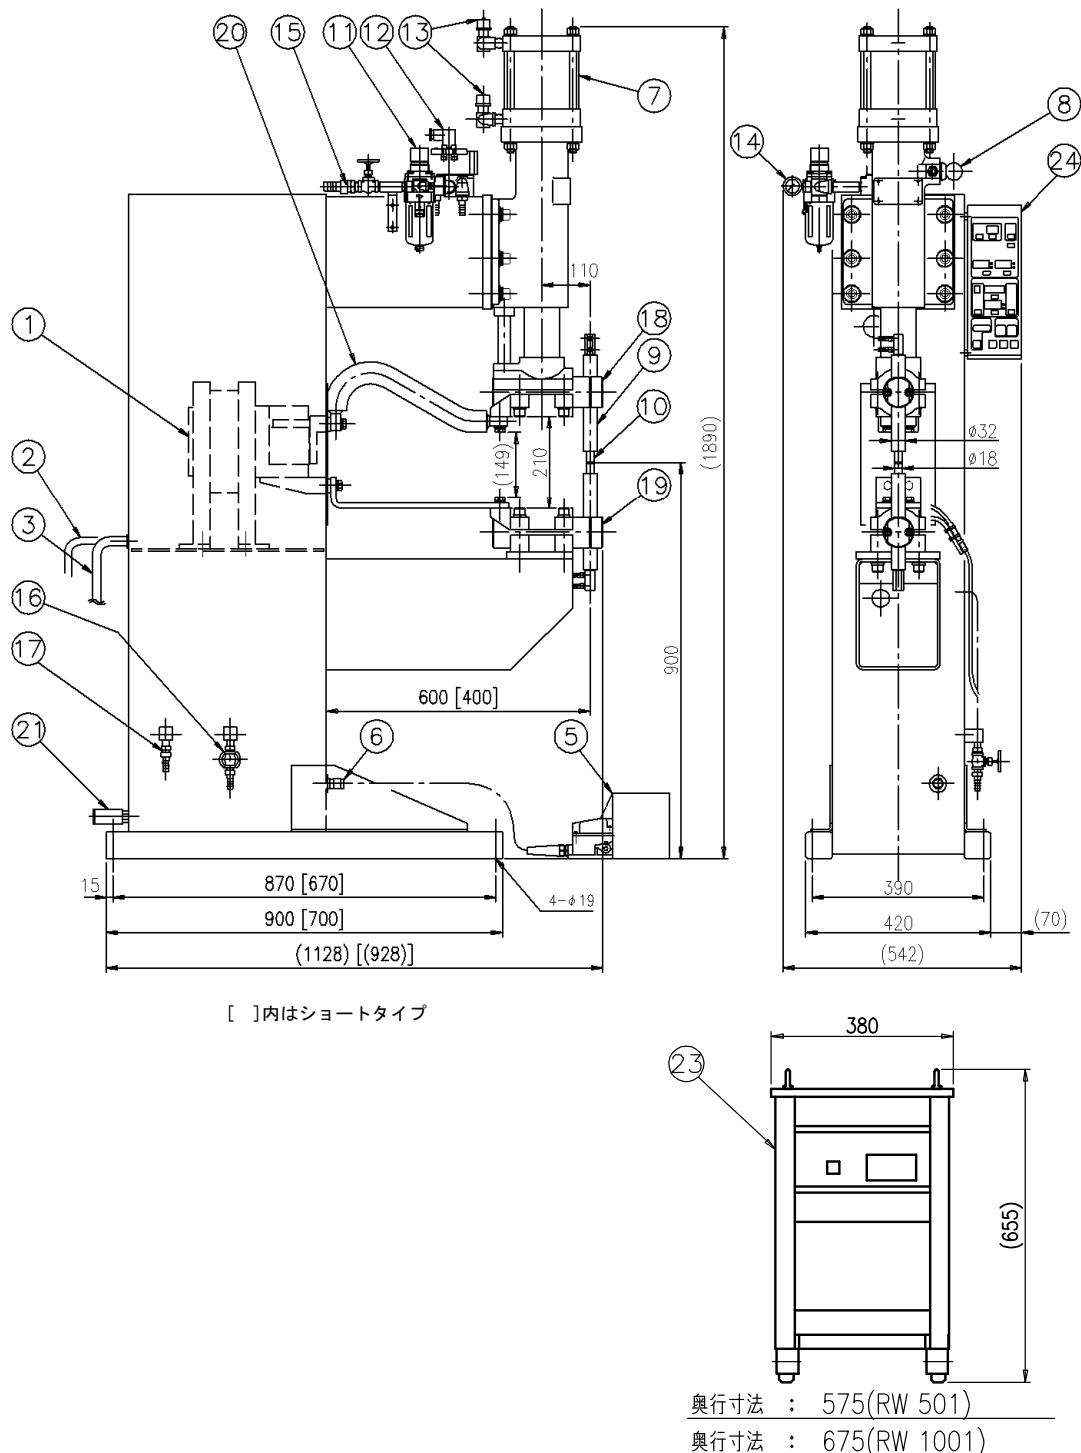

図1. S L A I (S) 45, 65-610 外形図
12.1.1 標準部品【SLAI(S)45, 65-610】(図1. 参照)